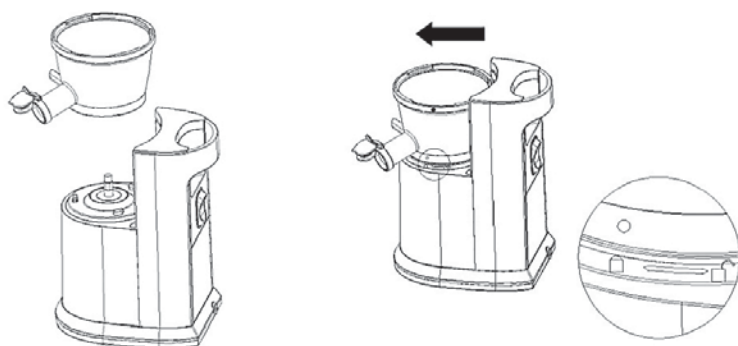

Рис. 1
I. Установить чашу в корпус. (Рисунок 1)